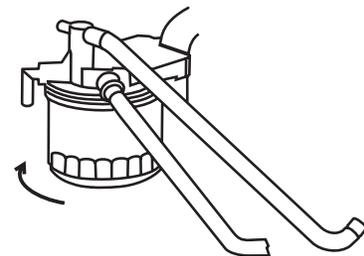

Abbildung 25. Ausbau des Kraftstofffilters
- Ersetzen Sie den Motorkraftstofffilter (Abb. 25) alle 500 Stunden. Eine detaillierte Beschreibung dieses Vorgangs finden Sie im Motorhandbuch.